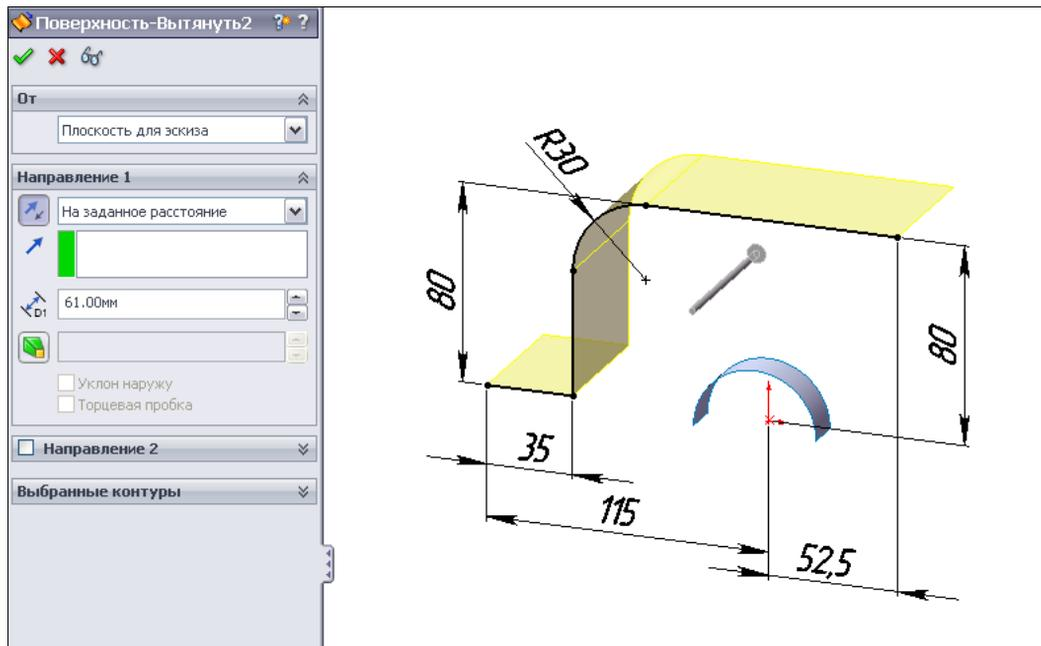

Рис. 2.96
5. Вытянем этот эскиз на 61 мм. Активируем кнопку  — **Вытянутая поверхность**, на панели инструментов **Поверхность** и в окне **Поверхность-Вытянуть** укажем параметры вытягивания (рис. 2.96).